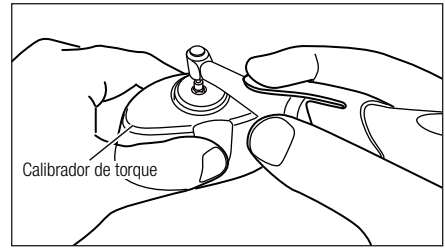

Fig. 10
- 6) Al pulsar el botón de ENCENDIDO/ APAGADO, se producirá una cuenta atrás y se iniciará la calibración con carga. La pieza de mano del motor rotará: sostenga la pieza de mano del motor en una posición vertical hasta que se detenga la rotación, sosteniendo con firmeza el calibrador de torque (ver Fig. 10). Durante la calibración "CAL" parpadeará indicando encendido y apagado.